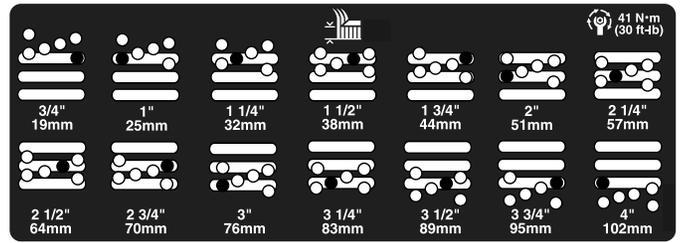

图 7
5. 将切割腔移至所需的剪草高度然后将隔片安装至指定的剪草高度孔和槽图 7。